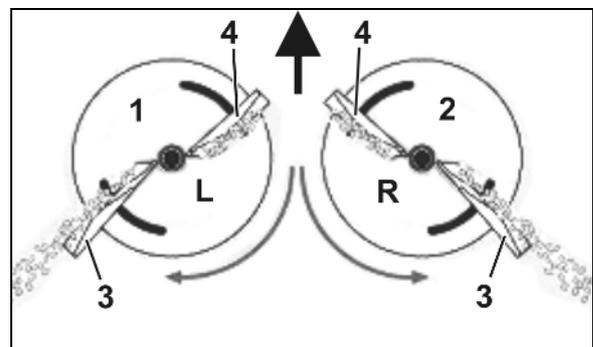

Fig. 19
- linke Streuscheibe (Fig. 19/1) mit Markierung L.
- rechte Streuscheibe (Fig. 19/2) mit Markierung R.
- Lang (Fig. 19/3) - Einstellskala mit Werten von 35 bis 55.
- Kurz (Fig. 19/4) – Einstellskala mit Werten von 5 bis 28.